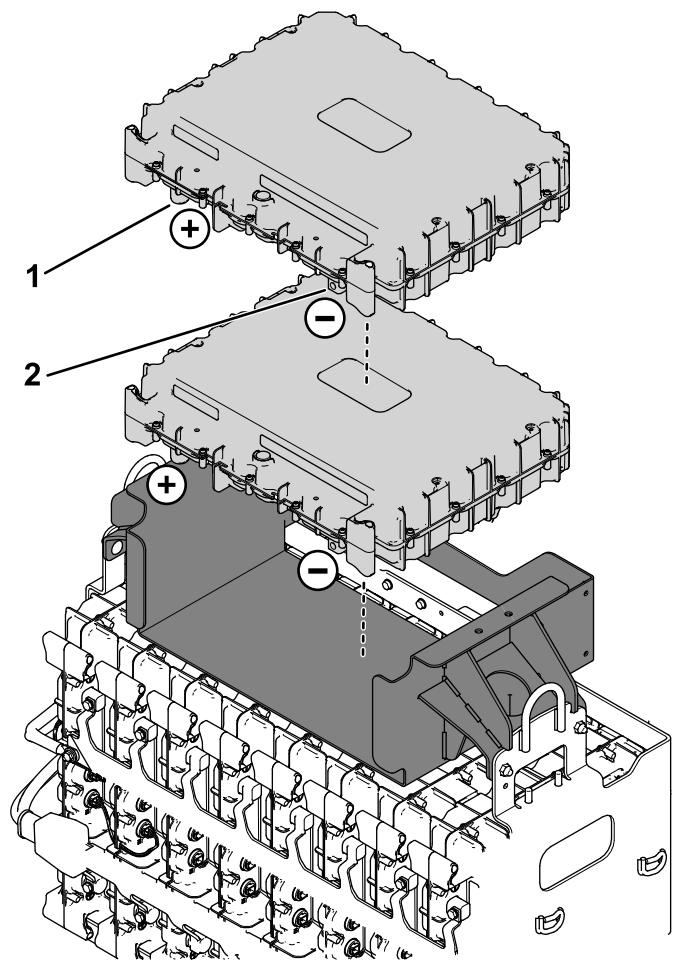

Figure 2
- Placez 2 batteries dans le support de batteries (Figure 2).